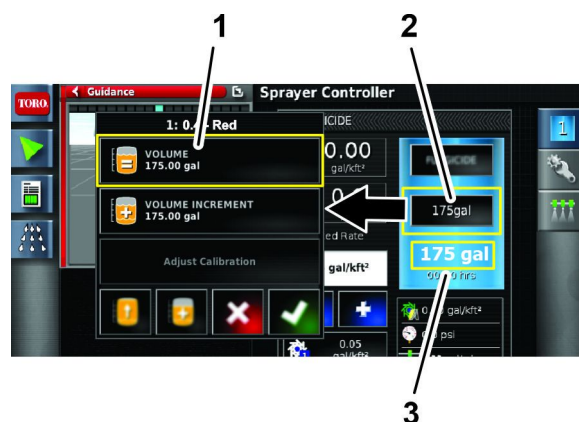

Figura 123
2. Pressione o ícone VOLUME (Figura 123).